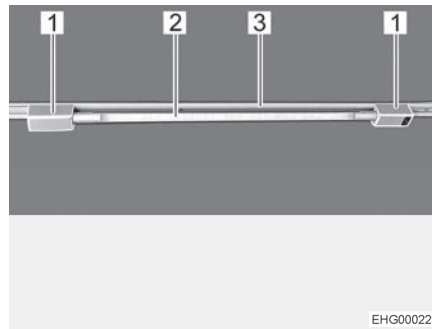

Bild 44 Röhrenleuchte
- Beide Halter (Bild 44,1) in die Schiene (Bild 44,3) einsetzen. Dazu die Halter um 90° drehen.
- Leuchtenkörper (Bild 44,2) in einen der Halter stecken.
- Leuchtenkörper (Bild 44,2) drehen, bis die gewünschte Leuchtwirkung erreicht ist.